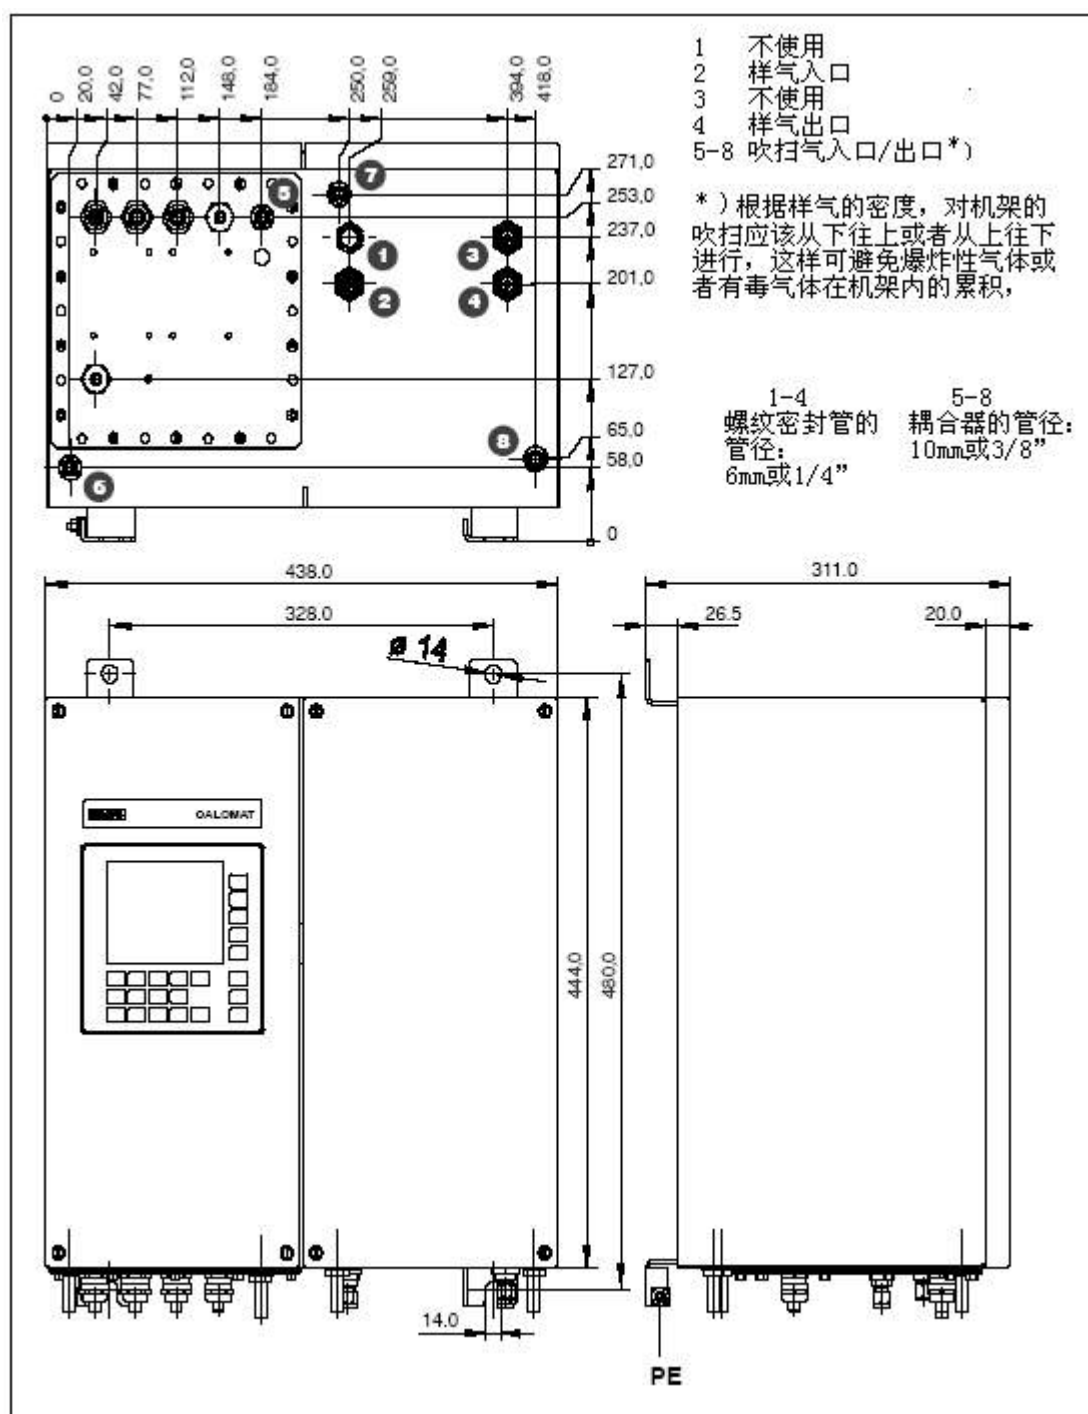

图 2-10 安装尺寸 (后面图, 正面图和侧面图, CALOMAT 6F)
- 在 CALOMAT 6F 机架的正前方位置,必须要提供等电位接头(PE,图 2-10)。
- 在壁挂式分析式(CALOMAT 6F)中,使用端子盒 A 和端子盒 B(可选)将信号电缆连在一起。这些端子盒位于机架左底座的盘边缘上(也可见图 2-10)。